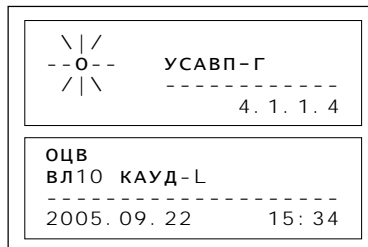

Рисунок 4
– после загрузки появится экран с названием программы и номером версии (Рисунок 4);